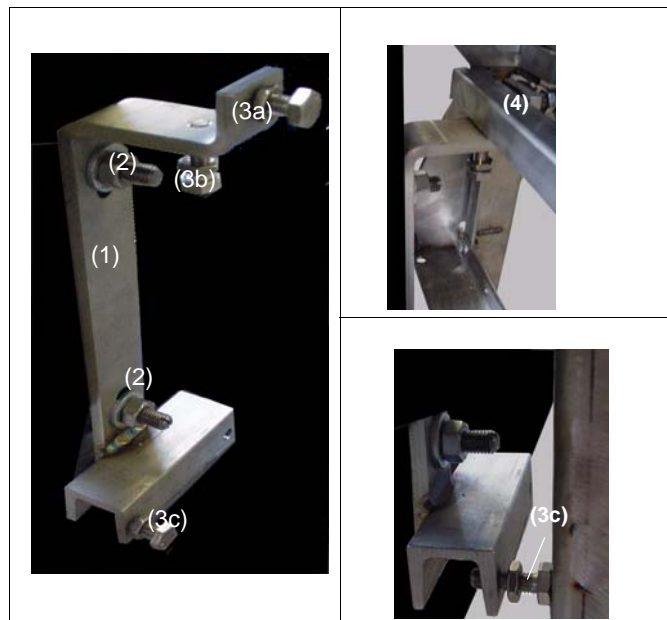

Fig.4 Väggmontage
- 2 montagevinklar (1 / Fig.4),
- 4 skruvar med muttrar, underlagsbrickor och dyblar (2 / Fig.4) för montage på vägg och
- 6 nivelleringskruvar med muttrar (3 / Fig.4).